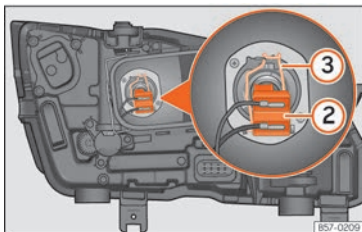

Abb. 54 Im Motorraum: Glühlampe Ablendlicht.
- Ziehen Sie den Stecker »» **Abb. 54** ② von der Lampe ab.
- Nehmen Sie die Haltefeder »» **Abb. 54** ③ durch Eindrücken und Rechtsdrehung ab.